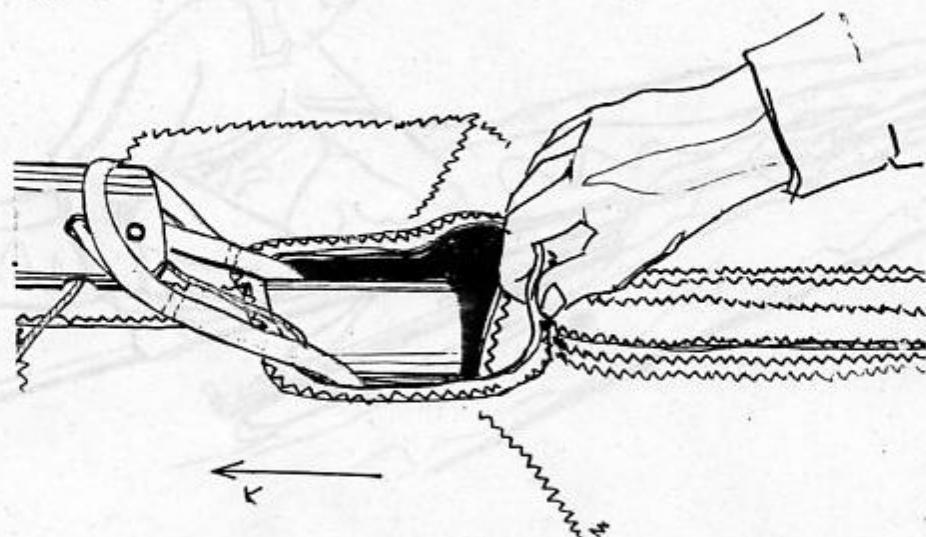

Fig. 3.1.16.
11. Fit the keel pocket over the N1 keel tube (Fig. 3.1.16).